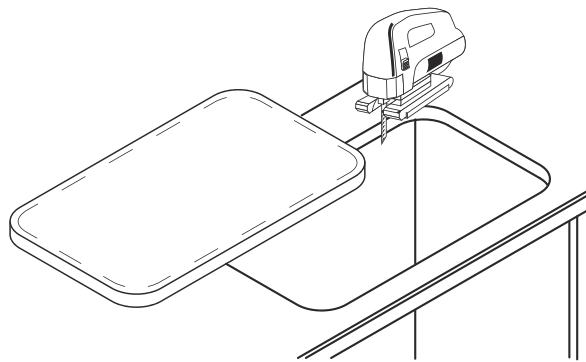

Рис. 2 / 2-сур.
2. Сделайте отверстие с помощью специальных инструментов (рис. 2).